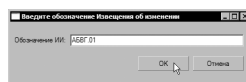

Рисунок 94
8. В открывшемся окне введите обозначение извещения об изменении (рис. 94) и нажмите кнопку **OK**.